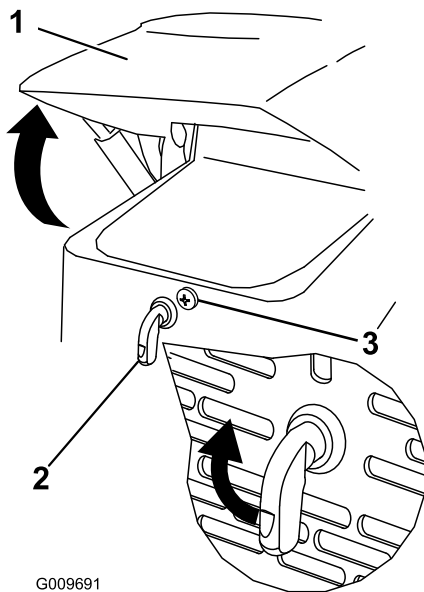

Figura 25
1. Allentate la vite di bloccaggio del cofano (Figura 25)
2. Girate il fermo del cofano in senso orario (Figura 25).
3. Ruotate il cofano verso l'alto (Figura 25).
3. Serrate la vite di bloccaggio del cofano per fissare il dispositivo di chiusura (Figura 25).